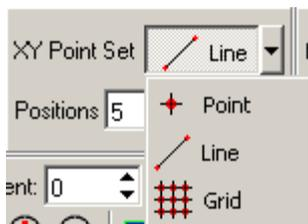

Рис. 8-34
6. Выберите способ проведения спектроскопии (в точке, по линии, по сетке) (Рис. 8-34).
6. Выберите режим проведения спектроскопии (в точке, по линии, по сетке) (Рис. 8-34).